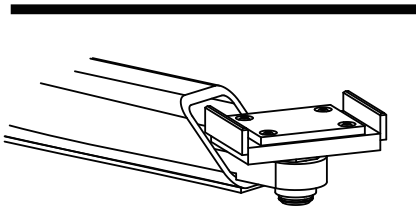

Fig. 1
2. Das Fahrzeug auf die Hebebühne fahren. Sicherstellen, dass der korrekte Adapter verwendet wird (Abb. 1).